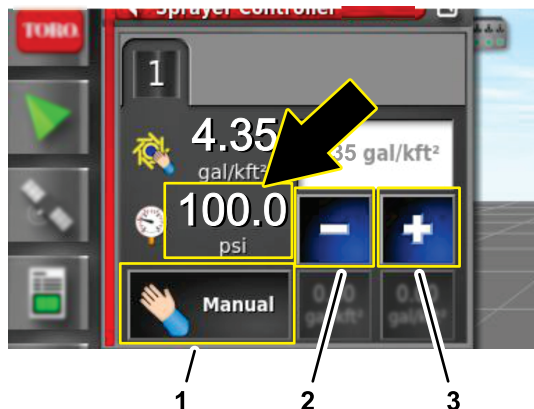

图 165
- 在喷洒率控制器对话框中按喷洒率控制模式图标直到手动模式显示图 165。
- 按递减图标 (-) 或递增图标 (+) 将喷洒系统压力图 165 调节至 6.9bar。